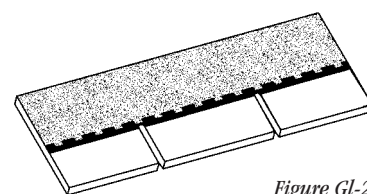

Figure Gl-2
**Bardeau en bande** – Bardeau d'asphalte qui est approximativement trois fois plus long que large (*figure Gl-2*).